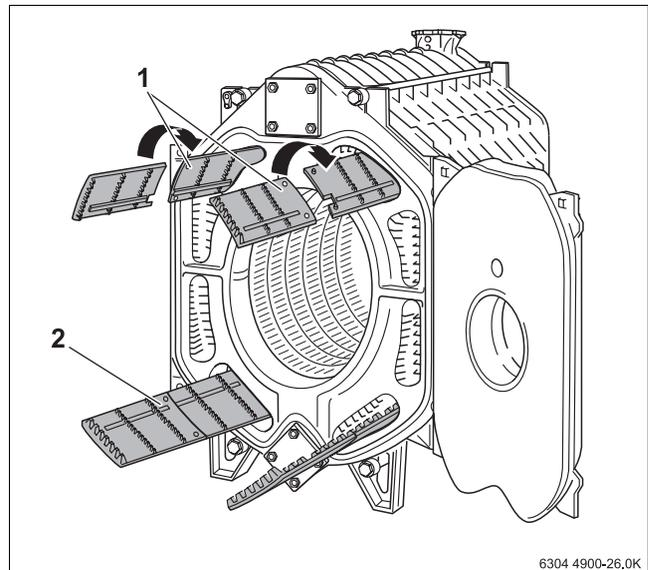
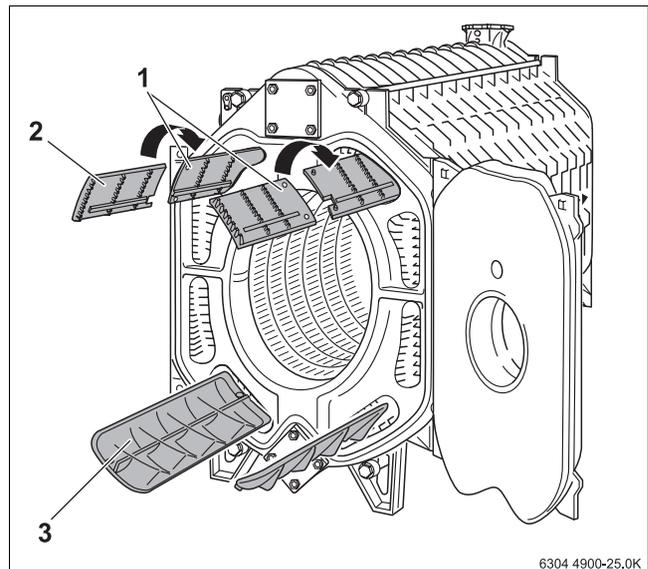
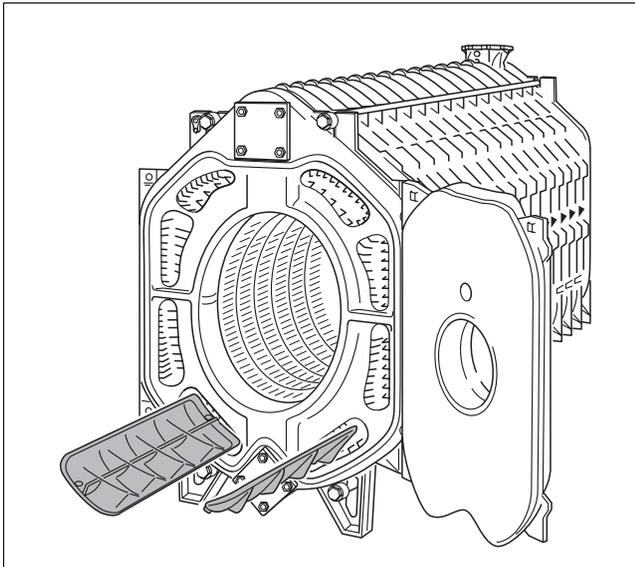

Bild 30 Heizgaslenkplatten einsetzen (Kesselblock mit 9 Gliedern)
Bild 31 Heizgaslenkplatten einsetzen (Kesselblock mit 13 Gliedern)
Bild 32 Heizgaslenkplatten einsetzen (Kesselblock mit 15 Glieder)
Man unterscheidet Heizgaslenkplatten mit Sichelprofil und Wellenprofil. Die Heizgaslenkplatten mit Sichelprofil sind zweigeteilt. Beim Bestücken eines Heizgaszuges mit Sichelprofilplatten, unbedingt darauf achten, dass die beiden Teilplatten ineinander eingehängt sind. In → Bild 31, Seite 22 sind die ineinander eingehängten Teilplatten dargestellt.
- ▶ Heizgaslenkplatten aus der Beschlagteilkiste entnehmen und entsprechend der aufgegossenen Beschriftung in die Heizgaszüge einlegen (→ siehe Bild 30, Bild 31, Seite 22, Bild 32, Seite 23 und nachstehende Tabelle 11, Seite 23).